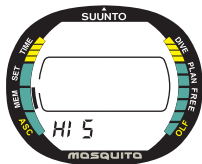

Fig. 5.8. Mémoire Historique plongée.
1. Depuis le Mode Mémoire, appuyez sur le bouton **S** 2 fois pour sélectionner le Mode Mémoire historique (Fig. 5.8). La mention HIS s'affiche dans le bas de l'écran.